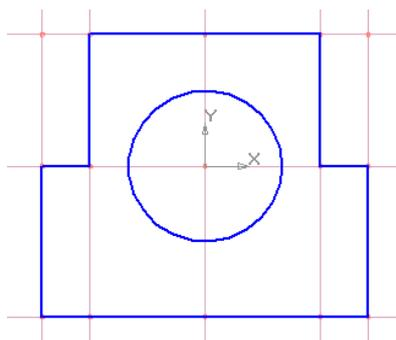

Рис. 17.4.
2.13. С помощью команды **Непрерывный ввод объектов** –  выполните "обводку" основной сплошной линией **Главный вид** – вид **Спереди** (рис. 17.4).